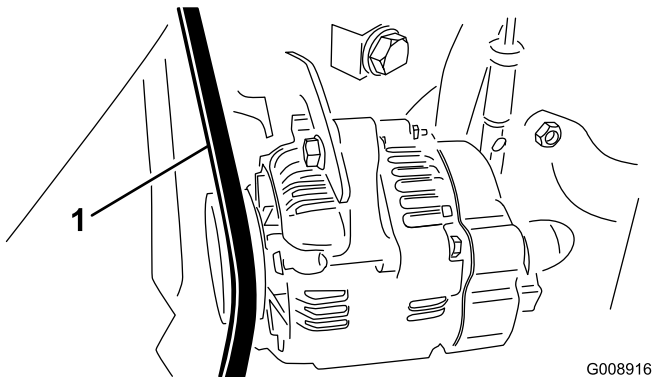

Figure 69
2. Contrôlez la tension de la courroie d'alternateur/ventilateur en exerçant une force de 10 kg (30 Nm) à mi-chemin entre les poulies d'alternateur et de vilebrequin (Figure 69).